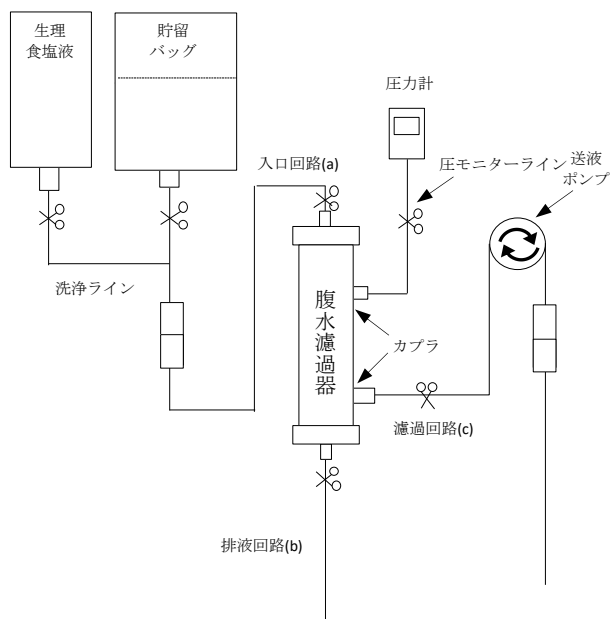

図4 陰圧ポンプ式内圧濾過法の回路図
- 1) 原腹水を貯留した貯留バッグを入口回路(a)に接続する。(以降の手順に従い、図4の通り接続する)